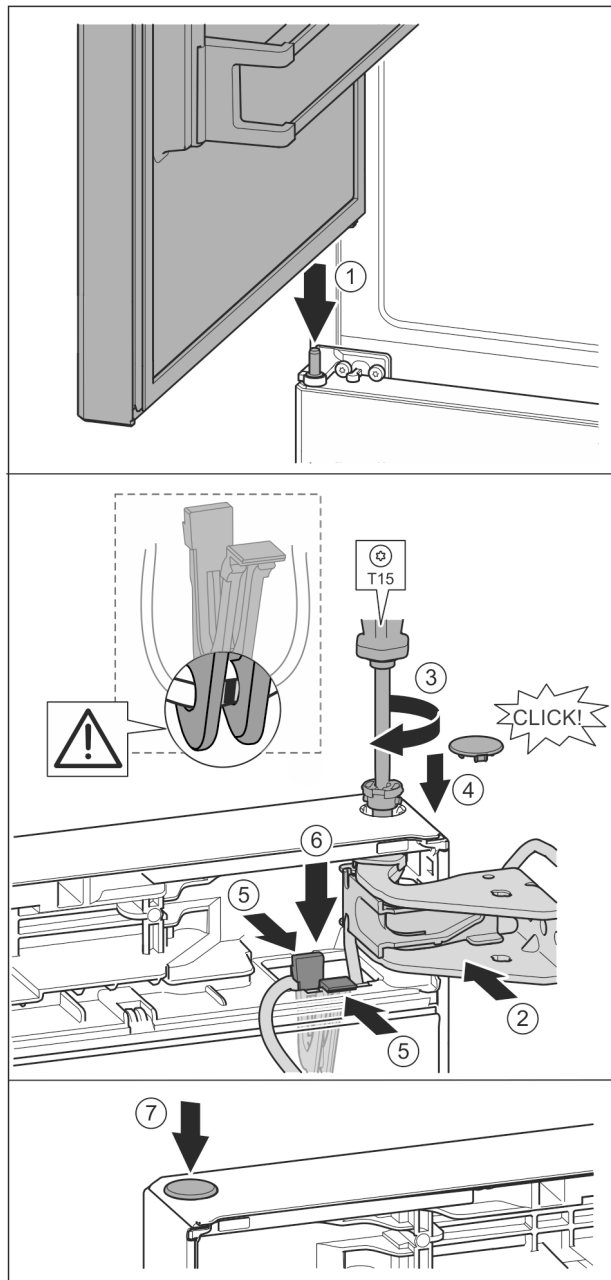

Fig. 36
- ▶ Vrchné dvere nasadíte na stredný ložiskový čap Fig. 36 (1)
- ▶ Dvere hore vyrovnajte s otvorom v ložiskovej konzole. Fig. 36 (2)
- ▶ Vložte čap a pevne ho priskrutkujte skrutkovačom T15. Fig. 36 (3)
- ▶ Namontujte poistný kryt pre poistku dverí: Nasadíte poistný kryt a skontrolujte, či prilieha ku dverám. Inak čap vložte úplne. Fig. 36 (4)
- ▶ Držiak s káblom na ňom pripevneným vložte do otvoru. Fig. 36 (5)
- ▶ Držiak tlačte nadol, kým nezaklapne strmeň. Fig. 36 (6)
- ▶ Nasadte zátku. Fig. 36 (7)